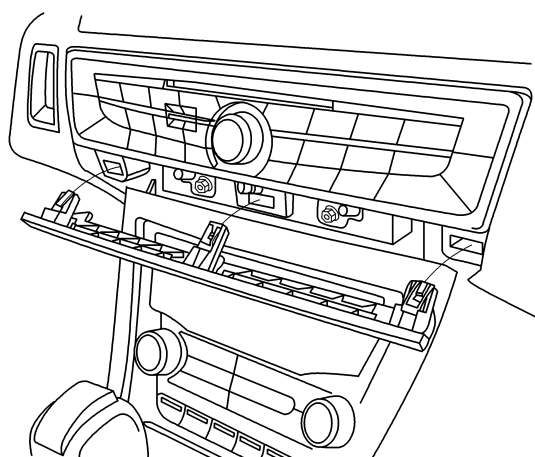

图 2-11 拆下中控台上饰条
- 2) 松开 3 个将中控台上饰条固定到仪表板上的夹子，拆下中控台上饰条，如图 2-11 所示。